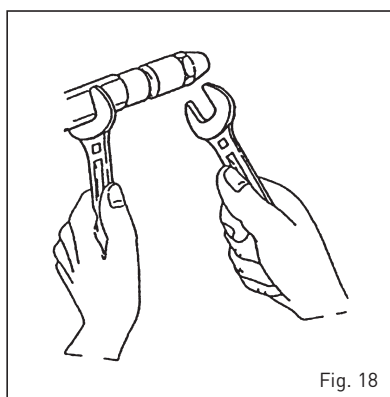

Fig. 18
4.7.3 Substituição Injector (fig. 18)
- Fixar o porta injector utilizando uma chave nº19 e desaparafusar o injector com uma chave nº16 (fig. 18).